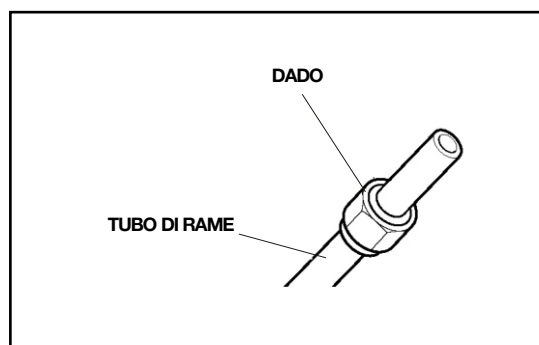

fig.14
3. Montare i raccordi di collegamento. (fig. 14): rimuovere i dadi dai rubinetti delle unità interna ed esterna, su cui sono inizialmente montati, ed accoppiarli ai tubi in rame già sbavati (N.B. non sarà possibile eseguire l'operazione una volta eseguite le cartelle).